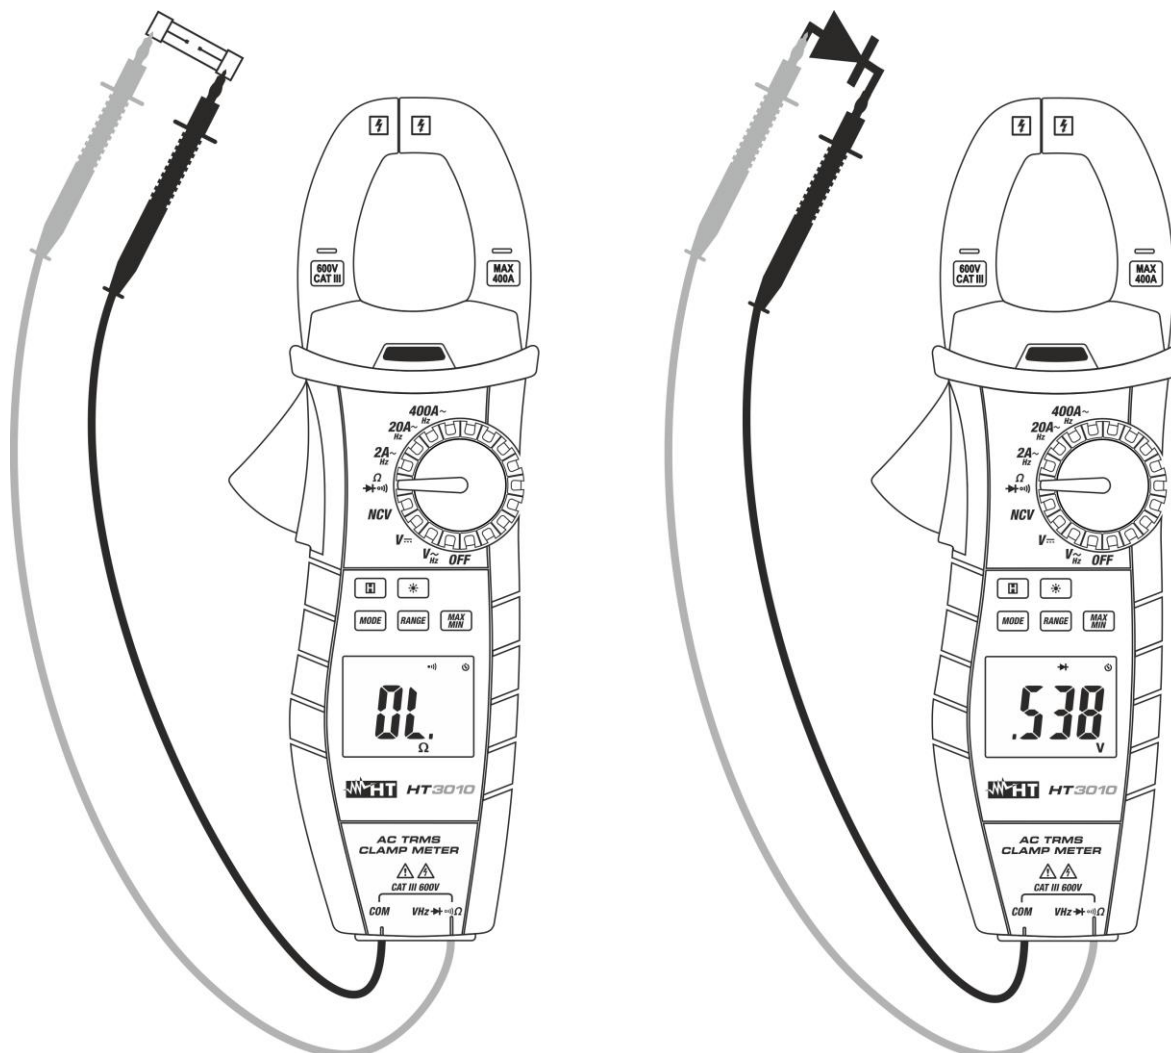

Fig. 7: Uso del instrumento para la prueba de Continuidad y Prueba de Diodos
3. Inserte el cable rojo en el terminal de entrada **V Ω Hz $\rightarrow \rightarrow \rightarrow$** y el cable negro en el terminal de entrada **COM** y efectúe la prueba de continuidad sobre el objeto en prueba (vea Fig. 7 – parte izquierda). El indicador acústico emite una señal acústica cuando el valor de la resistencia medida es inferior a aproximadamente 30 Ω
5. Conecte la punta roja al ánodo del diodo y la punta negra al cátodo en caso de medida de polarización directa (vea Fig. 7 – parte derecha). Invierta la posición de las puntas de prueba en caso de medida de polarización inversa